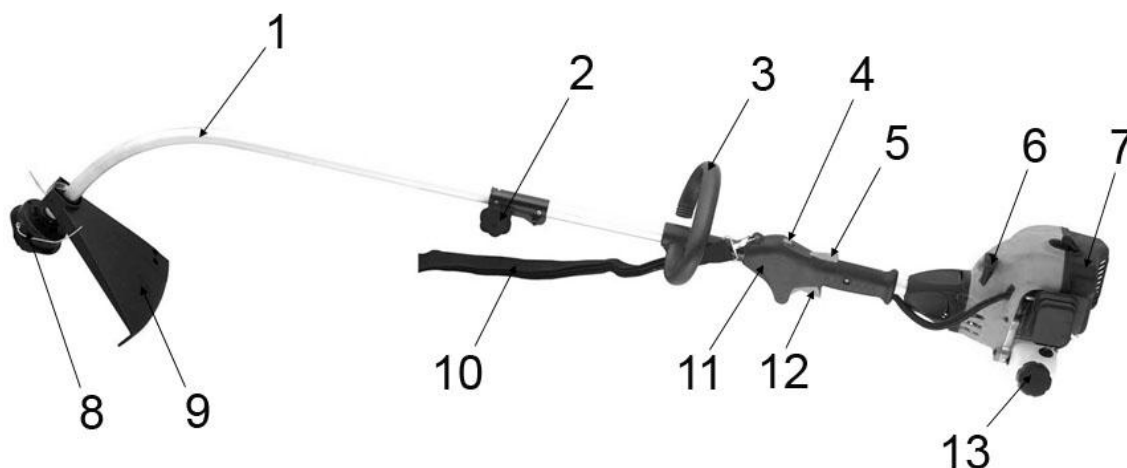

Рис. 1
- Соединить нижнюю и верхнюю штангу при помощи соединительной муфты (2) (См. Рис.1).
- Перевести выключатель зажигания (4) (См. Рис.1) в положение «ВКЛ»
- Отпустить рычаг управления дроссельной заслонкой (12) (См. Рис.1). Двигатель должен немного остыть, работая на холостых оборотах.
- Перевести выключатель зажигания (4) (См. Рис.1) на рукоятке управления в положение « ВЫКЛ » (STOP).